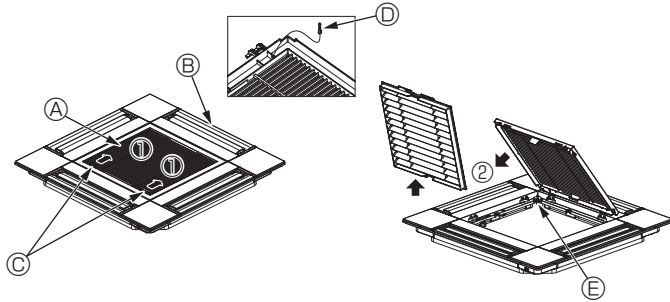

Fig. 10-3
10.2.1. Afmontering af indtagsgitteret (Fig. 10-3)
- Skub håndtagene i retningen angivet af pilen ① for at åbne indtagsgitteret.
- Med indtagsgitteret i "åben" position fjernes indtagsgitterets hængsel fra gitteret som vist med pilen ②.